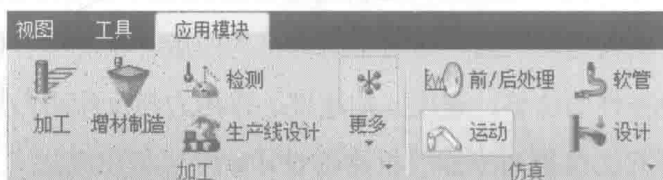

图 1.2.2 “应用模块”功能选项卡的仿真区域
Step2. 进入运动仿真模块。在“应用模块”功能选项卡的“仿真”区域单击“运动”按钮，如图 1.2.2 所示，进入运动仿真模块。